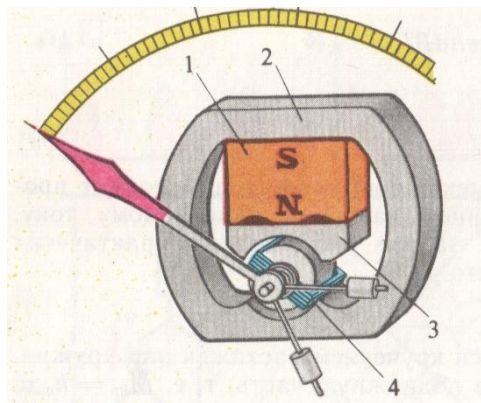
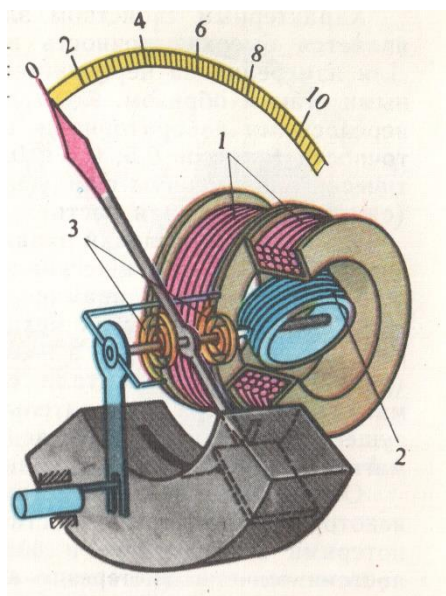
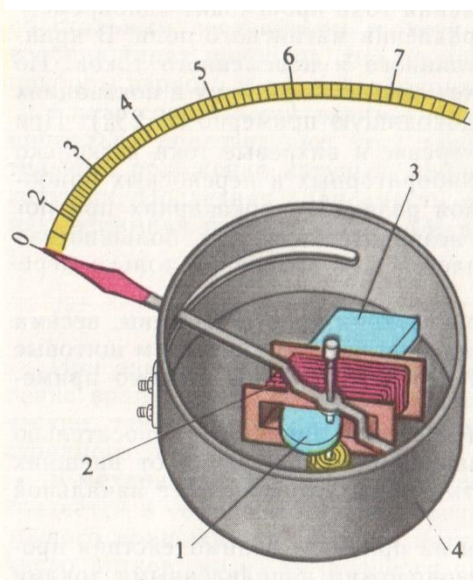

рис.10
рис.11
рис.12
20. Измерительные механизмы каких систем электроизмерительных приборов изображены на рис.10, рис.11, рис.12.